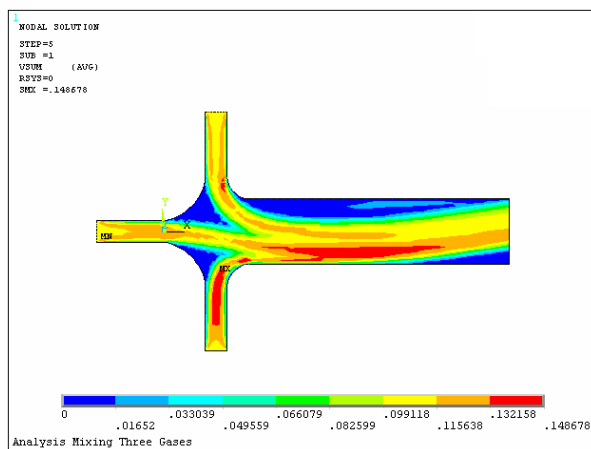
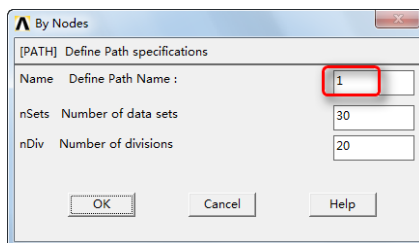

图 10-106 速度场分布等值线图
图 10-107 By Nodes 对话框
⑤在“Item to be contoured”列表中, 选择 Nodal Solution→DOF Solution→Fluid velocity, 单击“OK”按钮, ANSYS 窗口将显示如图 10-106 所示的速度场分布等值线图。
⑥依次选择 Main Menu→General PostProc→Path Operations→Define Path→By Nodes, 会弹出“By Nodes”对话框, 用鼠标选择模型右边边界上下两个节点 (即 K14 和 K15)。
⑦单击“OK”按钮会弹出“By Nodes”对话框, 如图 10-107 所示, “Name Define Path Name”输入框输入 1, 单击“OK”按钮关闭该对话框。